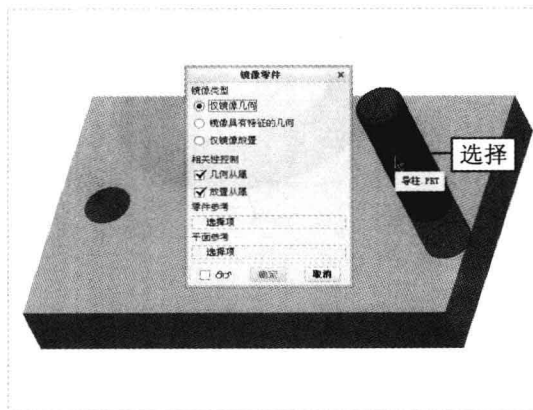

图 11-54 选择合适的零件
Step 03 单击“确定”按钮，弹出“镜像元件”对话框，在绘图区选择合适的零件作为参考零件，如图 11-54 所示。